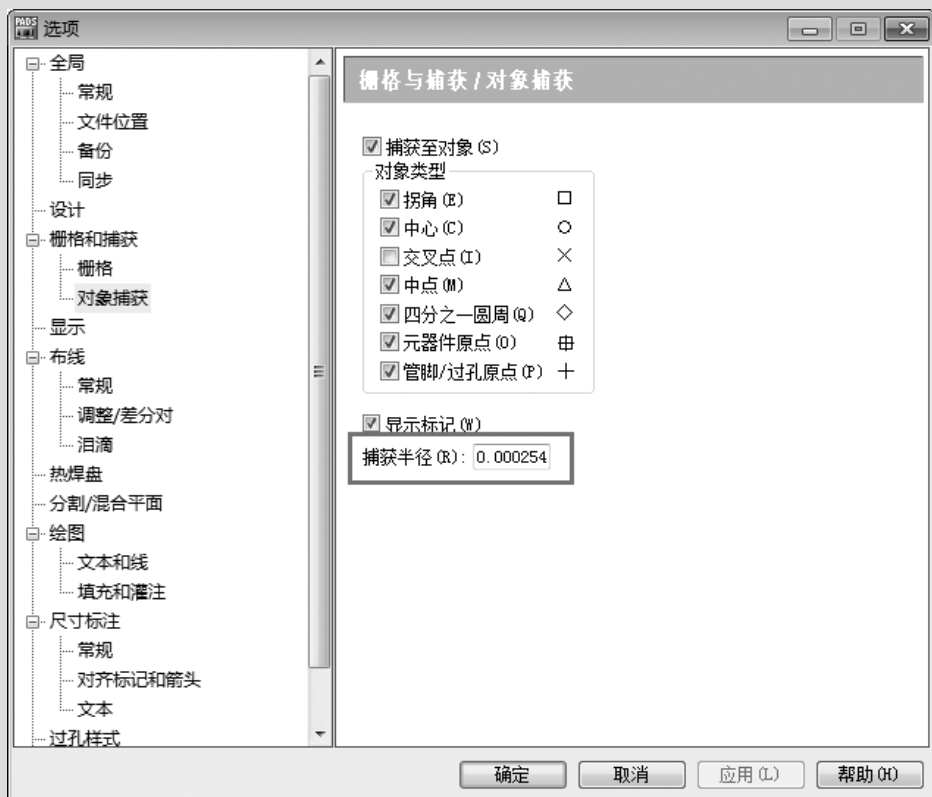

图 2-66 “捕获半径”的设置
**注意：**执行菜单命令【捕获至对象】的时候，对于比较复杂的结构图操作起来会比较卡。有些工程师会遇到勾选上“显示标记”也没有标记图形出现的情况，这时要确认选项菜单中“捕获半径”是不是设置得非常小，图 2-66 中的单位为 mm，这里值设置得越小，鼠标就要移动到越精确的位置标记才能出现。